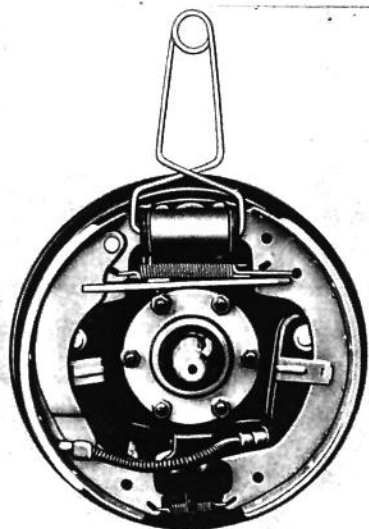

Fig. 233
- instale prendedores para reter os êmbolos (pistões) dos cilindros, em posição (veja a fig. 233)